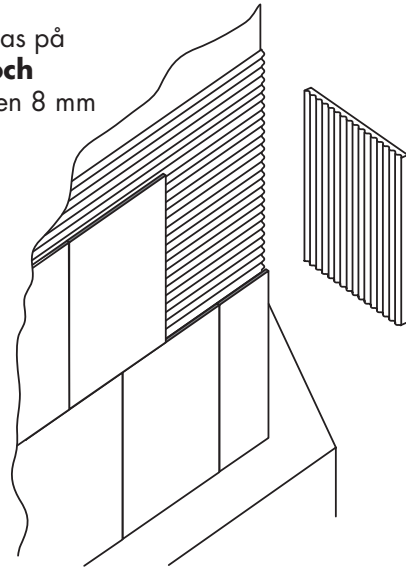

Bild 3
- Se till att få rak kaklad bakkant mot vägg. (**Bild 3** sid 21)
- 8–12 Börja från mitten och gå ut mot sidorna. **Se till att hålla bakkanten och de markerade linjerna fortsatt raka hela vägen (Bild 3 och 4 sid 21).**
För in **stålplattan** lodrätt och över kassetten. Vänd den horisontellt och dra tillbaka den så att den ligger an mot "pannebenet" och samtidigt kilas in i mellanrummet mellan kassetten och stommen enligt bild 3 och 4.